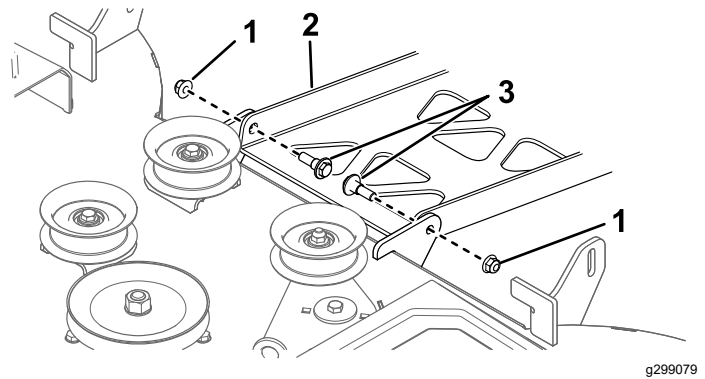

Figure 60
- À l'arrière du tablier de coupe, retirez les 2 boulons à épaulement et écrous qui fixent le tablier au plateau pivotant (Figure 60).
9. Fixez l'arrière du tablier au plateau pivotant à l'aide des boulons à épaulement et des écrous retirés précédemment (Figure 60).